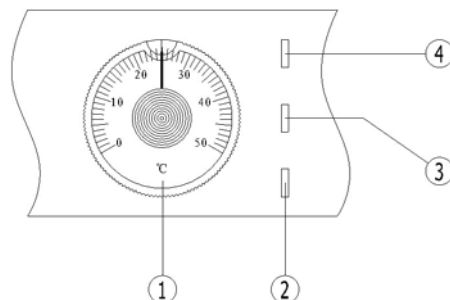

图5.1 模拟温控器
模拟温控器结构如图 5.1：①拨盘，②温控输出指示灯（黄色、无输出时亮），③温控输出指示灯（绿色、有输出时亮），④报警指示灯（红色、报警时亮）。
温控设定：转动图 5.1 中温控器的拨盘①，红色指针指示的值即为设定的温度值。